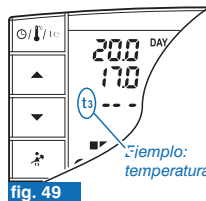

fig. 49
*En caso de que se haya excluido la temperatura **t3 Ausencia** en forma permanente (ver apartado 6.5) el servicio conectado (caldera o acondicionador) permanecerá desactivado por 3 horas máx. (indicado por el set: t3 - - - ver fig. 49)*